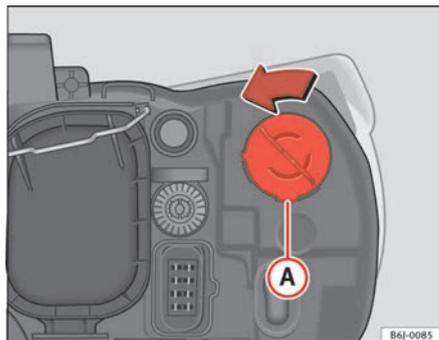

Fig. 134 Luz intermitente
- Gire el portalámparas ⇒ fig. 134 **A** a la izquierda y tirar.